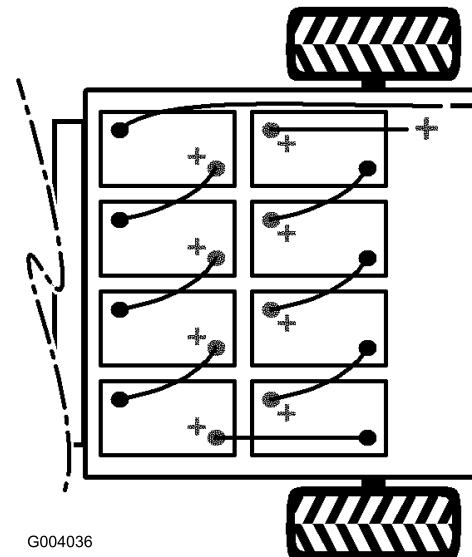

Figura 38
2. Desconecte el cable negativo principal (negro) de las baterías que conecta el banco de baterías a la conexión de tierra de la máquina (Figura 38).
3. Desconecte el cable positivo principal de la batería (rojo) que conecta el banco de baterías al fusible principal de la máquina (Figura 38).
Nota: Preste atención a la polaridad de las baterías al instalar las baterías nuevas (Figura 38).
6. Conecte las baterías entre sí como se muestra en Figura 38 con los cables de interconexión de las baterías que retiró en el paso 1.
1. Conecte el cable positivo principal de las baterías (rojo) entre el banco de baterías y la máquina (Figura 38).
- Conecte el cable negativo principal de las baterías (negro) entre el banco de baterías y la máquina (Figura 38).